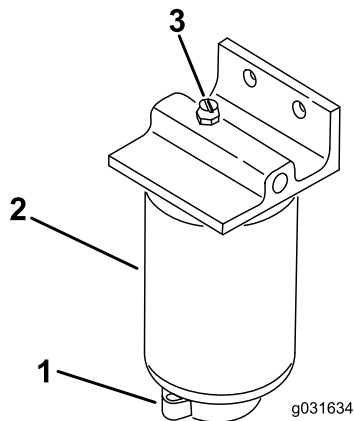

图 52
2. 松开滤清器底部的排油阀图 52。
1. 清洁滤清器的安装区域图 52。